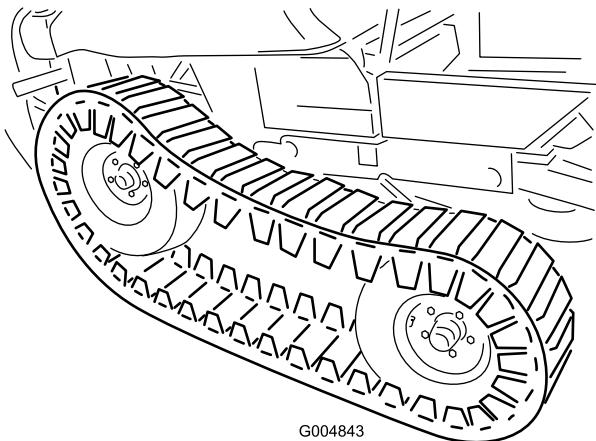

Figura 31
24. Ajuste el gato a una altura adecuada para instalar el neumático delantero. Con la ayuda de otra persona, eleve la parte delantera de la oruga lo suficiente para poder instalar cuidadosamente los neumáticos delanteros (Figura 31).